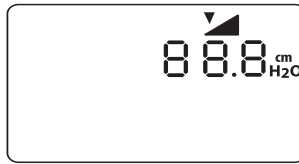

Abb. 6-10 Bildschirm Rampenanfangsdruck-Einstellung
Die Verwendung der Rampenfunktion ist nicht bei allen Benutzern verordnet. Erscheint der in Abb. 6-10 gezeigte Bildschirm nicht, kann diese Einstellung nicht verändert werden.
1. Auf dem Standby- oder dem Überwachungsbildschirm die rechte Benutzer-Taste drücken, bis der Bildschirm Rampenanfangsdruck-Einstellung erscheint (siehe Abb. 6-10).